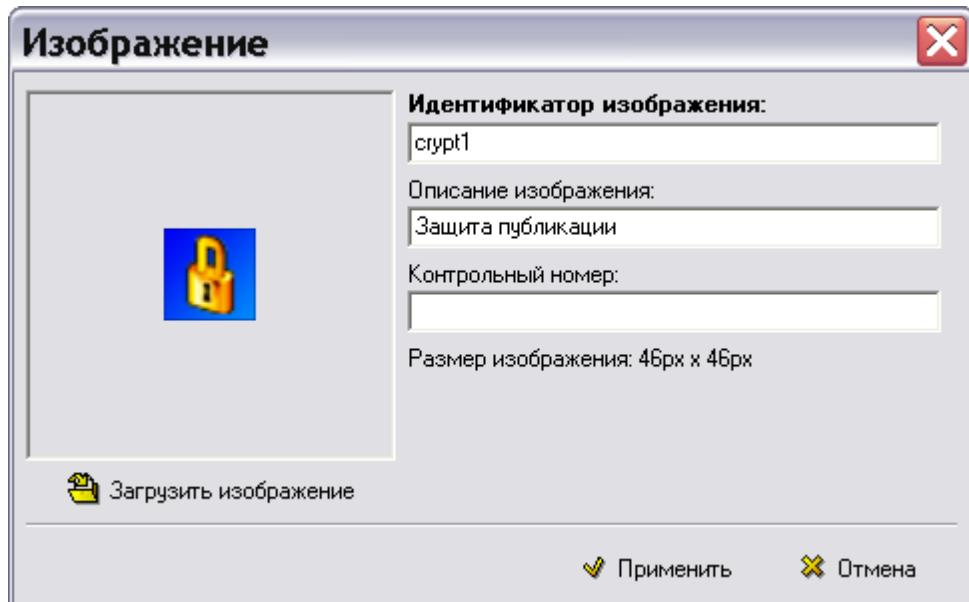

Рис. 6.6
2. На панели инструментов правого окна нажмите на кнопку Добавить. При этом появится окно **Изображение** (Рис. 6.6).